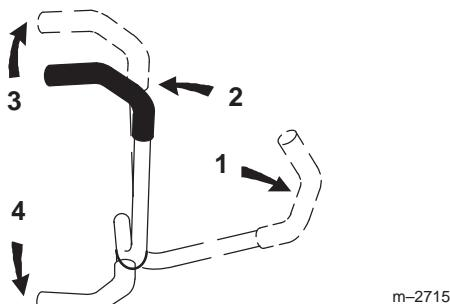

Figure 19
3. Pour vous déplacer en marche avant, poussez doucement les leviers de commande de déplacement vers l'avant (Fig. 19).
Pour vous déplacer en ligne droite, appliquez une pression égale sur les deux leviers de déplacement (Fig. 19).
Pour tourner, rapprochez du point mort le levier de commande correspondant à la direction que vous voulez prendre (Fig. 19).
2. Pour vous déplacer en marche arrière, tirez doucement les leviers en arrière (Fig. 19).
Pour tourner, relâchez le levier de commande correspondant à la direction que vous voulez prendre (Fig. 19).